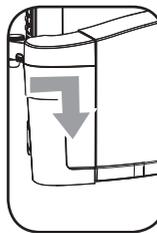

Рис.2
- 2- Вставить графин в машину и надавить до упора вниз (рис.2).